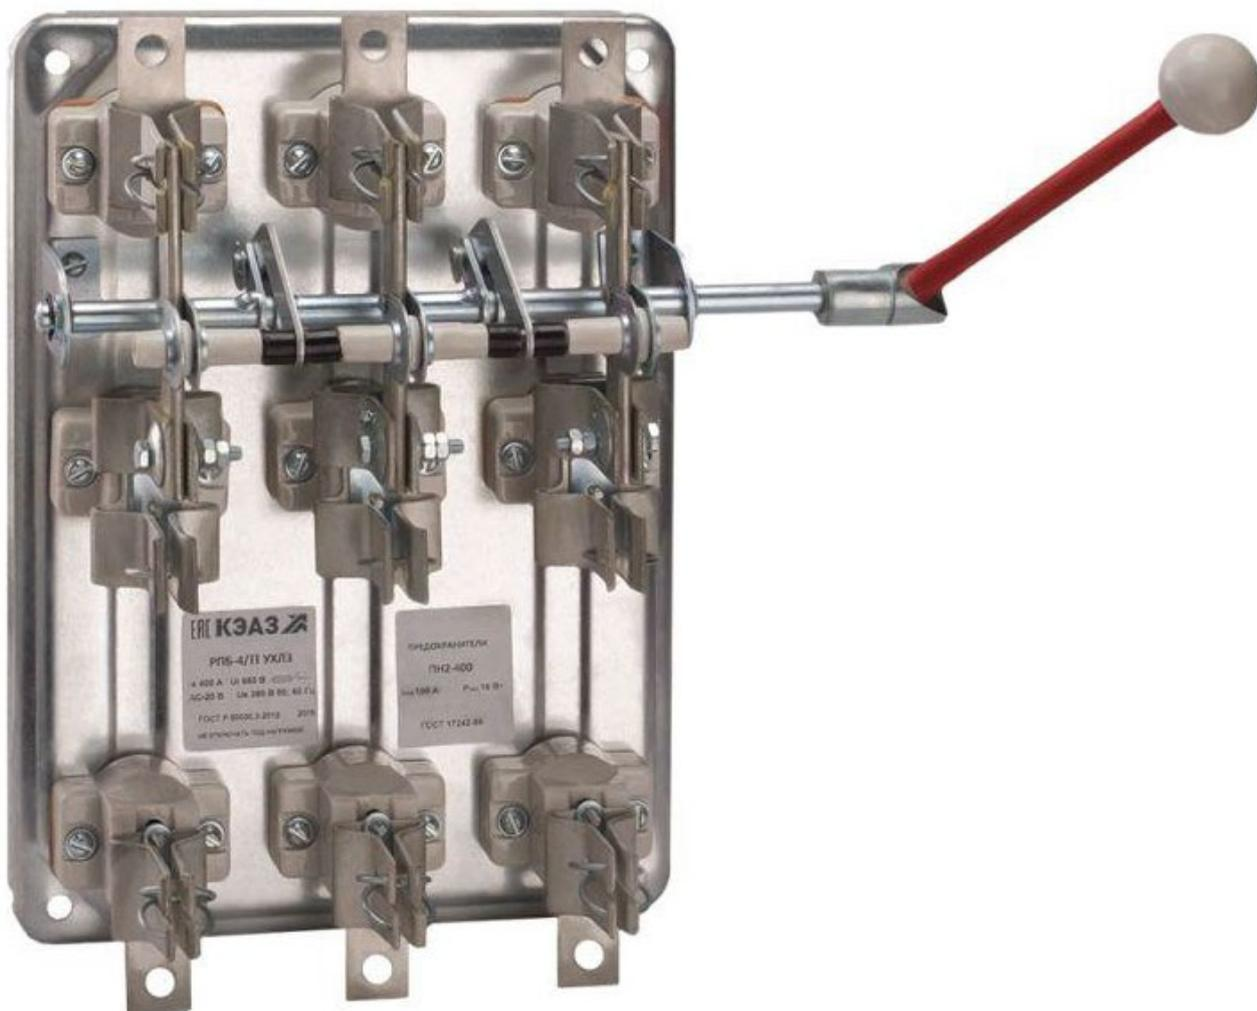

Рис. 8. Рубильник РПБ 4П 400А без ПВ УЗ
**Особенности конструкции:** у рубильников с боковым приводом (см. Рис. 8) ножи связаны осью, приводимой в движение симметрично расположенными тягами; конец оси шарнирно соединен с валом, установленным на поворотных подшипниках с тыльной стороны панели. Этот вал приводится во вращение боковой съемной рукояткой, устанавливаемой на одном его конце.